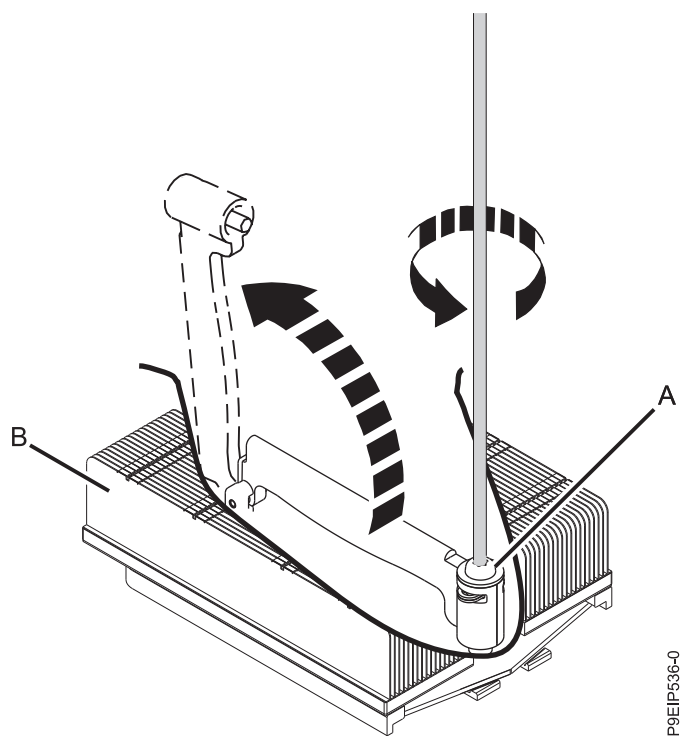

Figura 41. Soltando o Parafuso do Braço de Carregamento do Dissipador de Calor
4. Solte o parafuso do braço de carregamento (A) do dissipador de calor do processador do sistema (B) que está sendo removido usando uma chave de fenda Phillips #3. O braço de carregamento gira para cima na direção mostrada na Figura 41 na página 43.